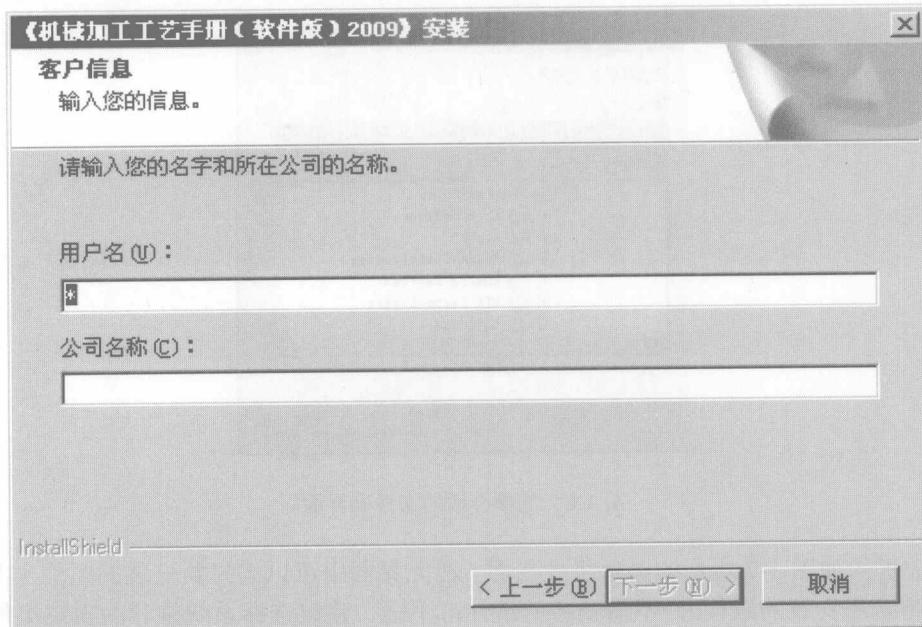

图 1-4 客户信息界面
(5) 进入如图 1-4 所示的客户信息界面。输入相关信息，单击“下一步”按钮。